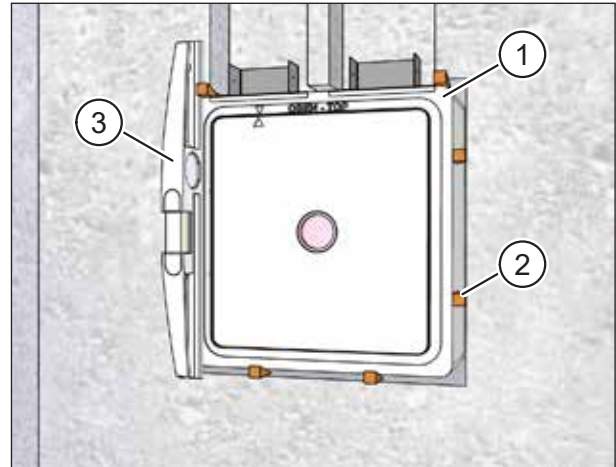

Abb. 19: Mauerkasten fixieren
- ▶ Fixieren Sie den Mauerkasten (Pos. 1 in Abb. 19) an der Innen- und Außenseite mit Keilen bzw. Luftkissen (Pos. 2 in Abb. 19) im Mauerdurchbruch.
- ▶ Richten Sie mit Hilfe der Wasserwaage (Pos. 3 in Abb. 19) den Mauerkasten lotrecht und bündig zur Wand aus.